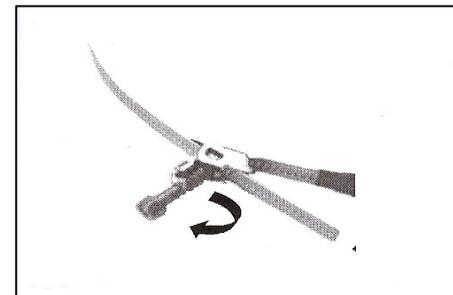

Fig.1
- Öffnen Sie den Verschluss, das Ende des Spannbands lässt sich jetzt hindurchziehen. (Fig.1)
- Open the lock, the clamp's end can now easily be pulled through. (Fig.1)